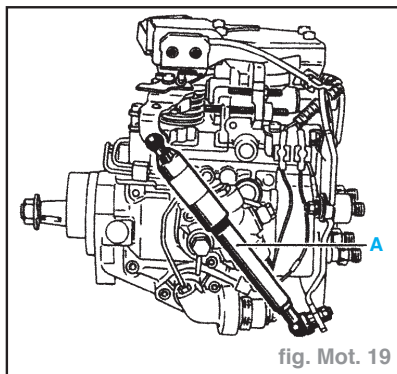

fig. Mot. 19
- En position ralenti, la longueur de l'amortisseur est repérée par un trait de peinture (A) sur le corps de celui-ci (fig. Mot. 19).